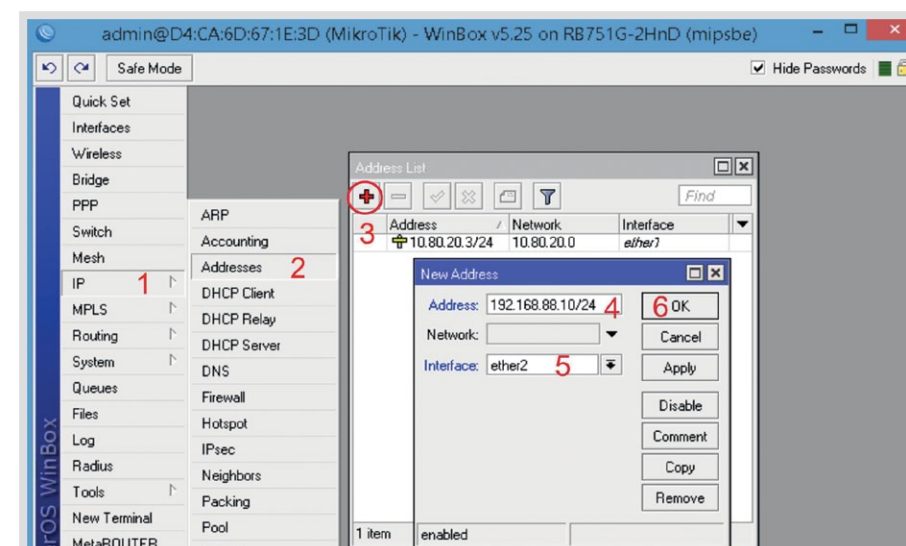

Рис. 13. IP адрес локальной сети.
1. Открываем меню **IP** (рис. 13);